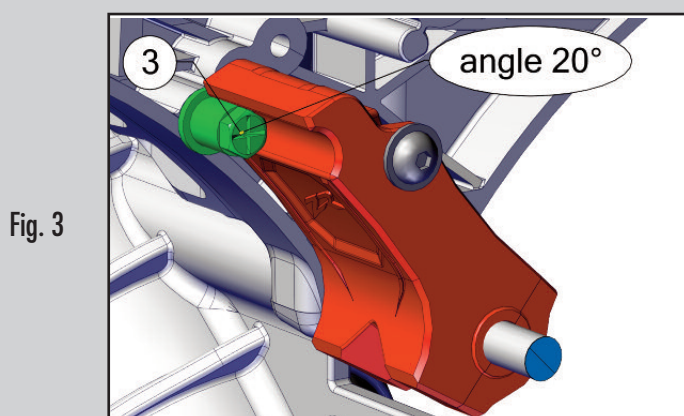

Fig. 3
Mettre la planche en position « twist » pour améliorer l'accessibilité. Desserrer la vis de la butée devenue accessible à l'aide d'un tournevis cruciforme et la revisser dans le trou 3 (fig 3.).
*Twist the board to aid accessibility and remove the remaining stop screw (ref. FB04091) with a cross-head screwdriver, to screw it back in hole 3 (fig 3.).*